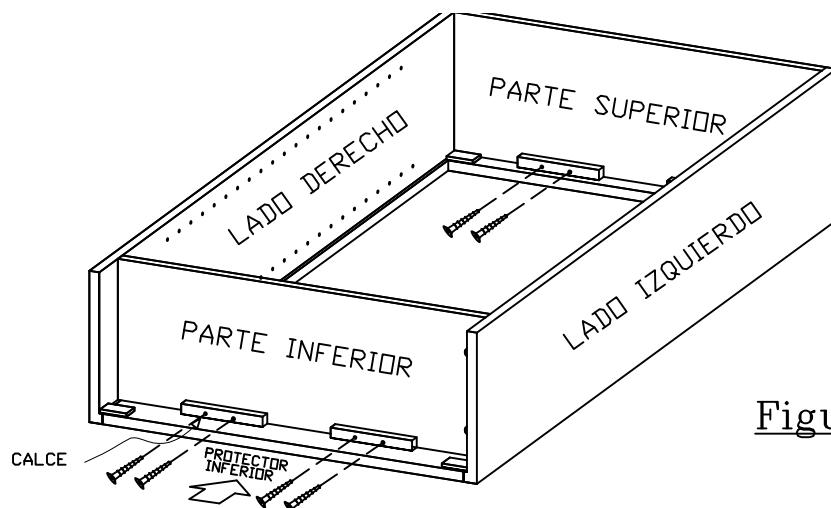

Figura 4
Paso 13. Junto con su amigo, voltee cuidadosamente el librero de frente. Véase la Figura 4.
Paso 14. Junto con su amigo, deslice el **PROTECTOR INFERIOR** (con los calces hacia arriba y la banda del borde con acabado hacia la parte superior de la unidad) debajo de la **PARTE INFERIOR** - hasta que los calces entren en contacto con la **PARTE INFERIOR**. Asegúrese de que las alas de madera contrachapada queden al mismo nivel de los bordes levantados de los lados. Véase la Figura 4.
Paso 15. Introduzca 2 tornillos largos a través de los agujeros previamente taladrados en cada calce del **PROTECTOR SUPERIOR** y a través de la **PARTE SUPERIOR**. **NO APRIETE EN EXCESO**. Véase la Figura 4.
Paso 16. Introduzca 2 tornillos largos a través de los agujeros previamente taladrados en cada calce del **PROTECTOR INFERIOR** y a través de la **PARTE INFERIOR**. **NO APRIETE EN EXCESO**. Véase la Figura 4.